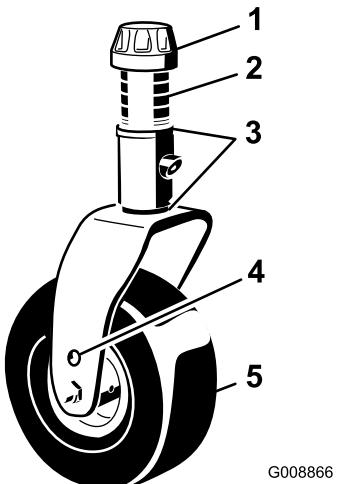
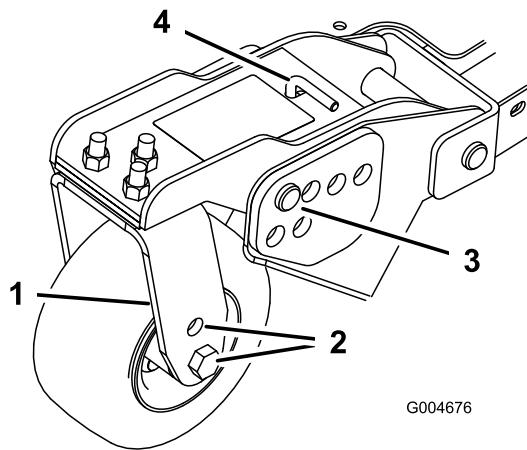
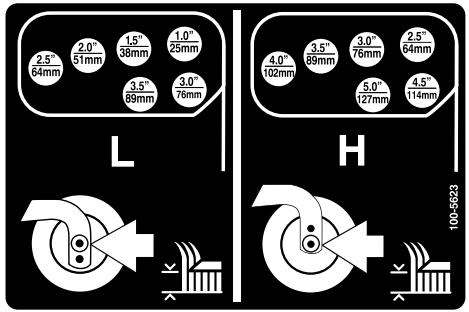

Figure 21
Figure 23
Figure 24
1. Placez les axes des roues pivotantes dans les mêmes trous sur toutes les fourches (Figure 21 et Figure 23).
2. Enlevez le chapeau de tension de l'axe de pivot et sortez l'axe du bras de la roue pivotante (Figure 21).
5. Enlevez la goupille fendue et les axes de chape des bras de pivot (Figure 23).
6. Tournez la tige de tension pour éléver ou abaisser le bras de pivot jusqu'à ce que les trous soient en face de ceux du support de hauteur de coupe sélectionnés dans le cadre du tablier de coupe (Figure 23 et Figure 24).